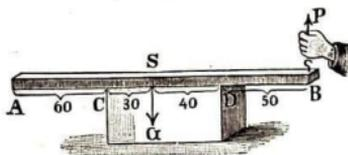

Abb. 84. Eine Stange zu heben
3. Eine Stange AB von 8 kg Gewicht liegt, wie Abb. 84 zeigt, auf einer Kiste CD . Welche Kraft ist nötig, um die Stange bei B zu heben? [Antwort: Die Stange dreht sich dabei um C , ist also ein einarmiger Hebel, folglich muß sein $P \cdot 120 = 8 \cdot 30$; $P = 2\text{ (kg)}$.]